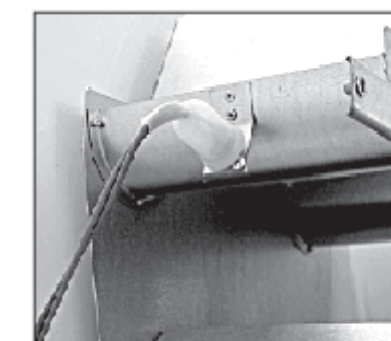

Рис. 20 – Термостат продуктов сгорания
- термостат размещен в левой боковой части прерывателя тяги (рис. 20);